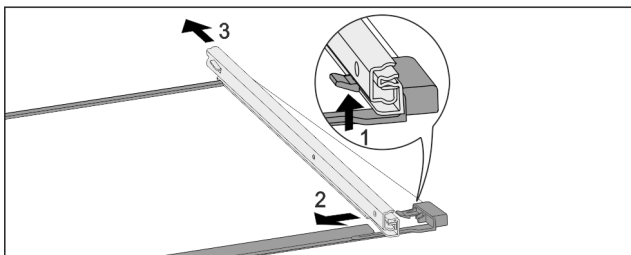

Fig. 157 Üveglap sínekkal
- ▶ Nyomja felfelé az elülső akasztókampót. Fig. 157 (1)
- ▶ Tolja ki oldalra Fig. 157 (2) és hátra Fig. 157 (3) a kihúzó-sínt.